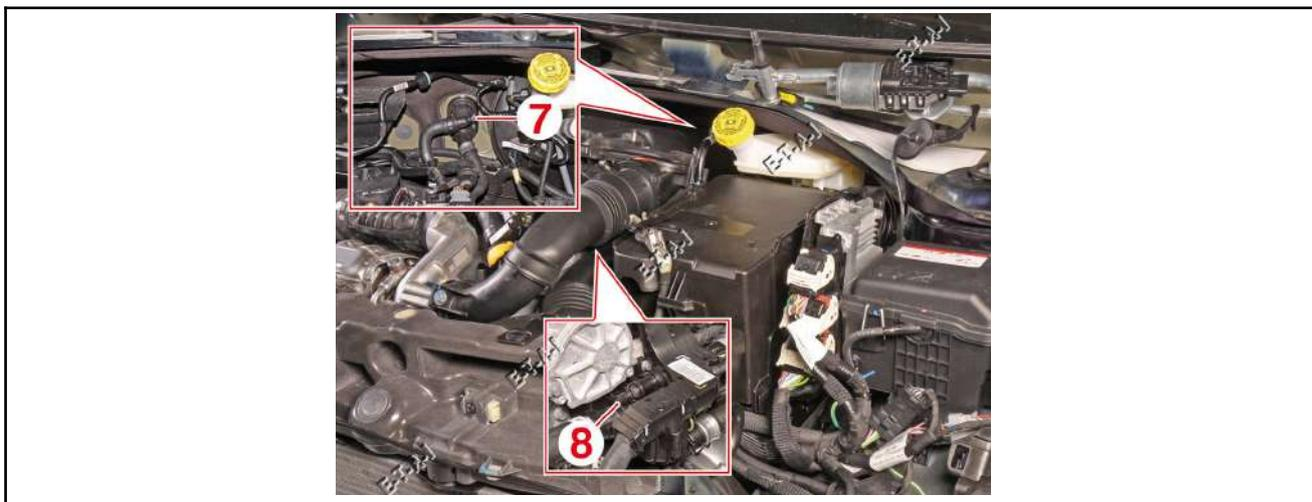

Fig.27
- Ouvrir les vis de purge situées sur la durit de chauffage (7) et sur le boîtier thermostatique (8)(Fig.27).